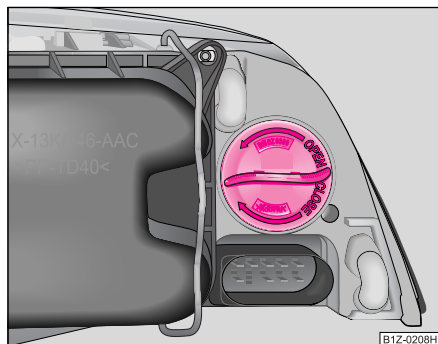

Fig. 223 Desmontaje de la bombilla para luz intermitente delantera
- Gire el portalámparas en el sentido de la flecha **OPEN (abrir)** y sáquelo junto con la bombilla para luz intermitente ⇒ fig. 223.